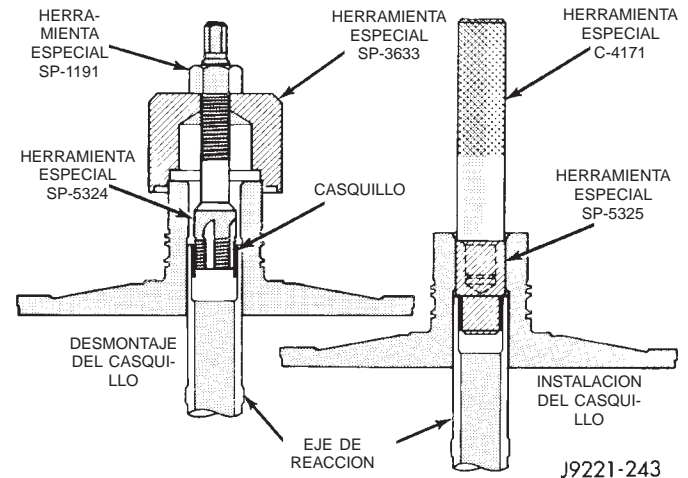

Fig. 125 Reemplazo del casquillo del soporte del eje de reacción
(1) Ensamble los extractores de casquillos SP-1191, 3633 y 5324 (Fig. 125). **No inmovilice ninguna pieza del eje de reacción o del soporte en la mordaza.**
(2) Sostenga la herramienta de copa SP-3633 firmemente contra el eje de reacción y enrosque el extractor SP-5324 en el casquillo con la mano, hasta donde le sea posible. Luego enrosque el extractor 3-4 giros adicionales en el casquillo con una llave.
(3) Gire la tuerca hexagonal del extractor hacia abajo, contra la copa del extractor para extraer el casquillo del eje. Limpie todas las virutas del eje después del desmontaje del casquillo.
(4) Sujete levemente el casquillo usado en la mordaza o con alicates y retire el extractor del casquillo.
(5) Ensamble las herramientas de instalación de casquillos C-4171 y SP-5325 (Fig. 125).
(6) Deslice el casquillo nuevo en la herramienta de instalación SP-5325.
(7) Coloque el soporte del eje de reacción en forma vertical sobre una superficie limpia y lisa.
(8) Alinee el casquillo en el hueco. Luego terraje el casquillo en su lugar hasta que el instalador de casquillos SP-5325 llegue al fondo.
(9) Limpie cuidadosamente el soporte del eje de reacción después de instalar el casquillo.